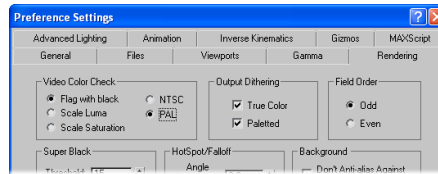

Abbildung 7: In den **Preference Settings** unter **Video Color Check** die Einstellungen auf **PAL** setzen.
1. In den **Preference Settings** unter **Video Color Check** die Einstellungen auf **PAL** setzen (siehe Abbildung 7).